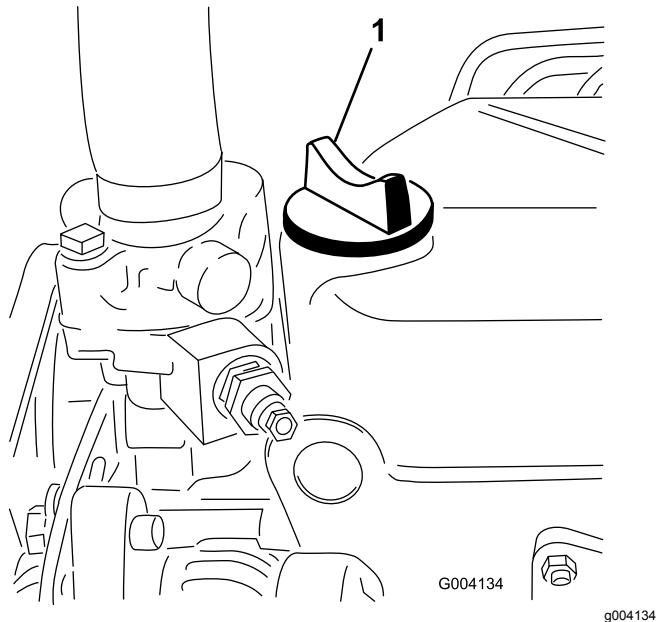

図 45
- 不足している場合は、キャップ 図 45 を取り、Full 位置までオイルを補給する。